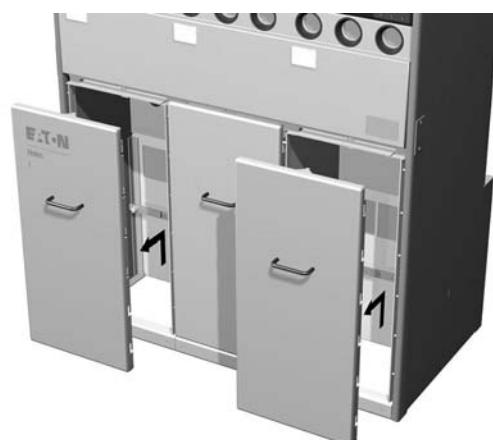

Рисунок 4-9: Открытие кабельного отсека
- откройте дверцу, приподняв её и потянув на себя (см. Рисунок 4-9).
Индикатор расцеплений (10) (см. Рисунок 4-9) срабатывает в тот момент, когда переключатель размыкается посредством реле защиты.